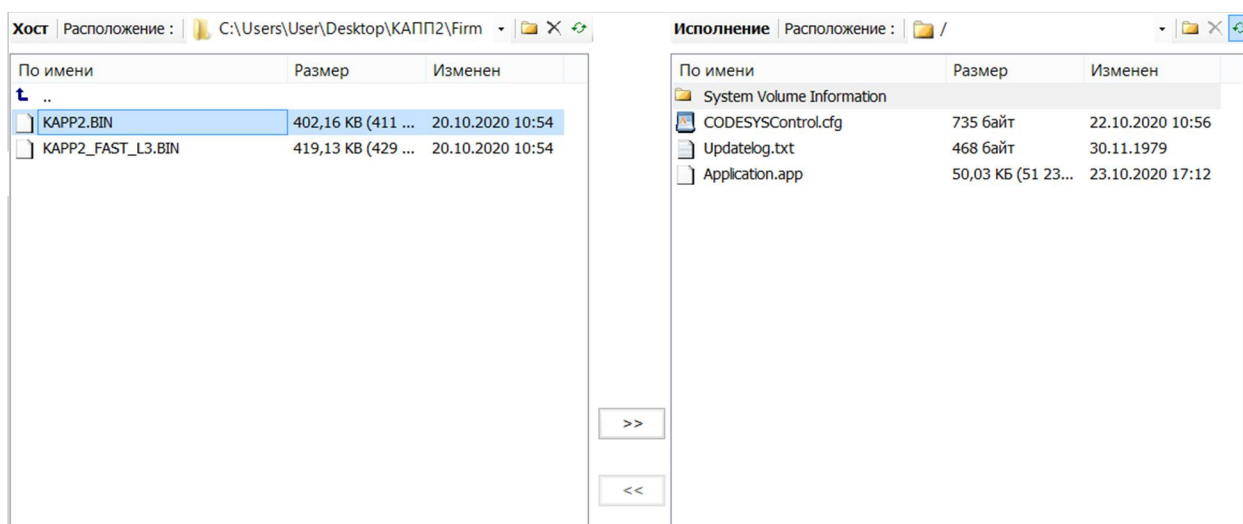

Рисунок 30 – Загрузка файла прошивки через среду CODESYS
- подключиться к контроллеру при помощи среды CODESYS и скопировать файл через файловый менеджер CODESYS (рисунок 30) в корневой каталог.